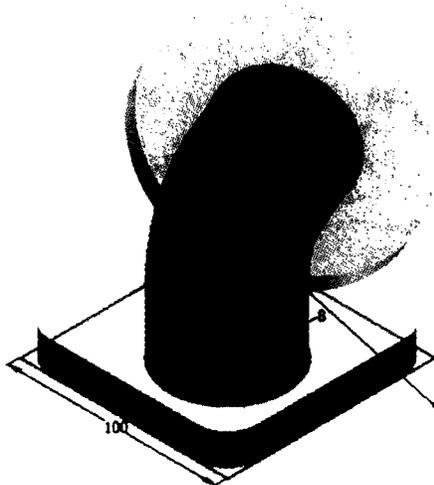

Рис. 3.22. Предпросмотр первого Сдвига
4. Так как профиль выбран, Inventor просит теперь выбрать путь. Выберите линии и дугу, идущие к диску сверху, как показано на рис. 3.22.